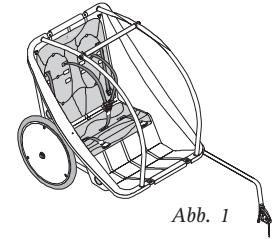

Abb. 1
- Um die Unfall- bzw. Verletzungsgefahr so gering wie möglich zu halten, müssen Kinder immer angeschnallt werden. Die höhenverstellbaren Sicherheitsgurte sind der jeweiligen Kindergroße anzupassen. Bei Mitführen von nur einem Kind ist die »mittige« Sitzposition zu empfehlen (Abb. 1). Das Tragen eines Schutzhelmes wird dringend empfohlen (landesspezifische Vorschriften beachten).